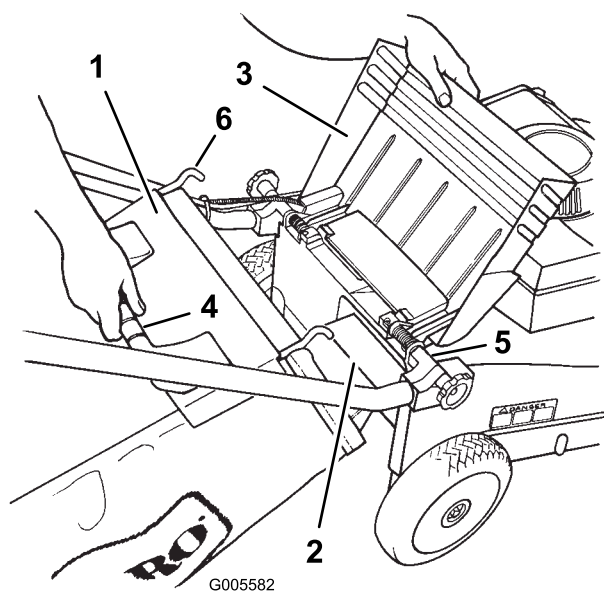

Figure 15
2. Relevez le volet d'éjection, glissez la rampe fixée au bac de ramassage dans l'ouverture d'éjection et accrochez le cadre du bac à la partie arrondie des supports de montage (Figure 15).